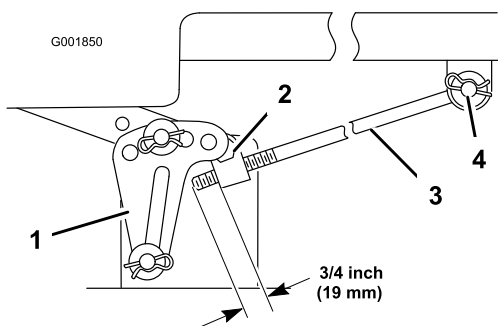

Figura 53
5. Mida la longitud de la varilla que se extiende por delante del bloque de ajuste en cada lado del chasis (Figura 53).
6. Si la longitud de la varilla **no** es 19 mm, retire el pasador y la arandela del extremo de la varilla (Figura 53), y gire la varilla hasta obtener la dimensión de 19 mm.